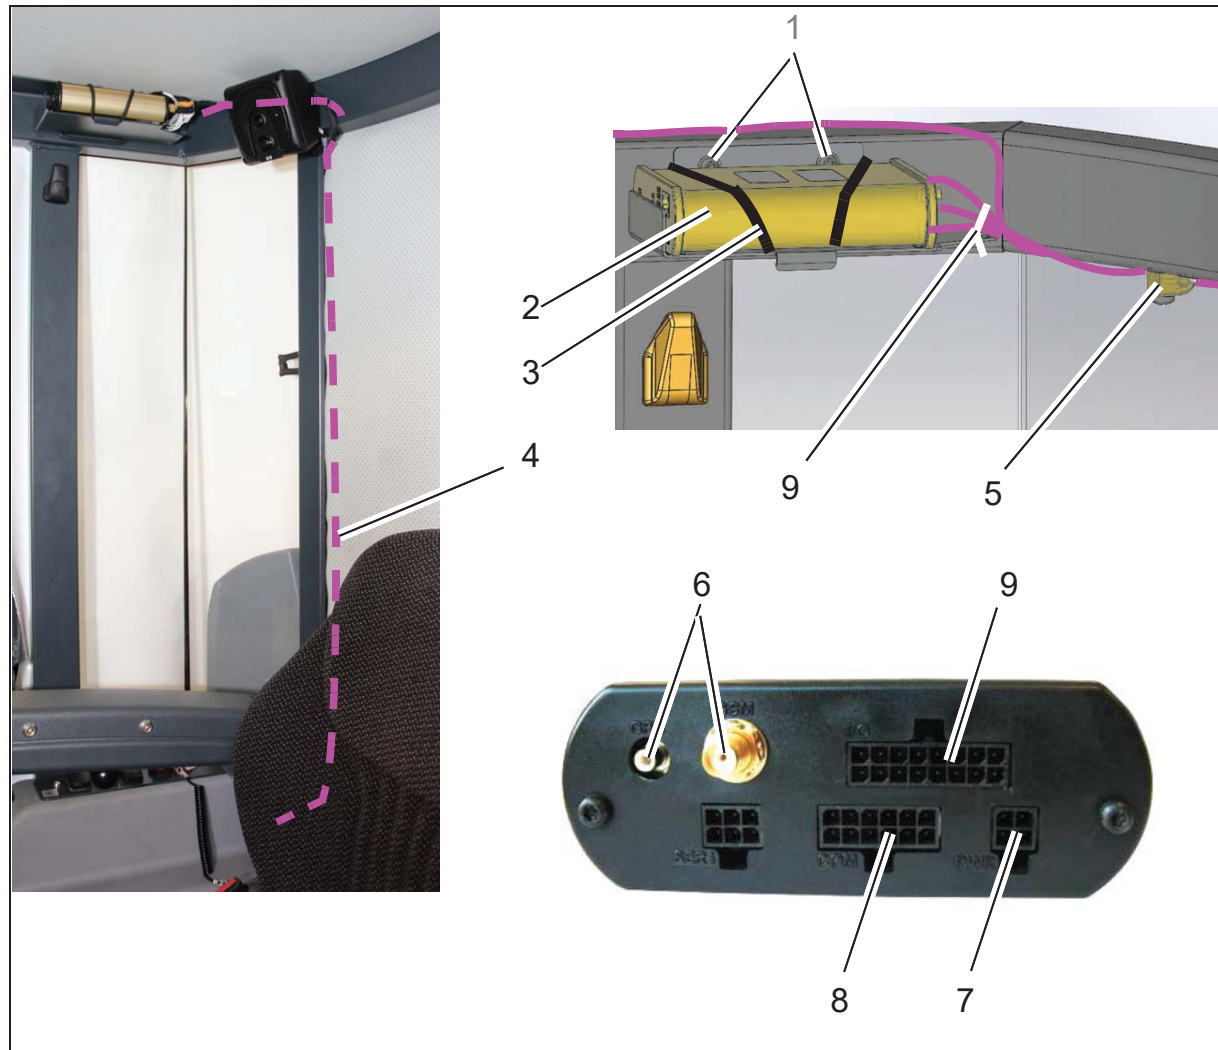

Abb.4
2. Halter für Fleet-Recorder am Rahmen der Kabine mit den Linsenflanschschrauben befestigen (Abb. 4/1).
3. Fleet-Recorder (Abb. 4/2) mit O-Ring (Abb. 4/3) am Halter befestigen.
2. **Lautsprecher optional vorhanden:** Den Kabelbaum W77 hinter dem Lautsprecher entlang führen (Abb. 4/4).
Den Kabelbaum W77 mit der Schelle befestigen (Abb. 4/5).
- Antennenkabel gemäß Kennzeichnung mit den GPS und GSM Anschlüssen des Fleet-Recorders verbinden (Abb. 4/6).
- 4-poligen Stecker A20/X1 des Kabelbaums W77 stecken (Abb. 4/7).
- 12-poligen Stecker A20/X2 des Kabelbaums W77 stecken (Abb. 4/8).
- 16-poligen Stecker A20/X3 des Kabelbaums W77 stecken (Abb. 4/9).
4. Kabel am Halter mit Kabelbindern befestigen (Abb. 4/9).